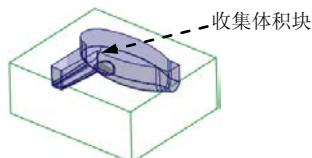

图 8.37 收集体积块
⑤ 在菜单栏中单击 **Done (完成)** **Done/Return (完成/返回)** **Done (完成)** 命令，完成收集体积块的创建，结果如图 8.37 所示。